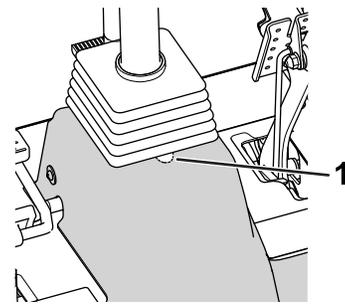

Figura 20
6. Corte uma ranhura em forma de U no resguardo (Figura 20).